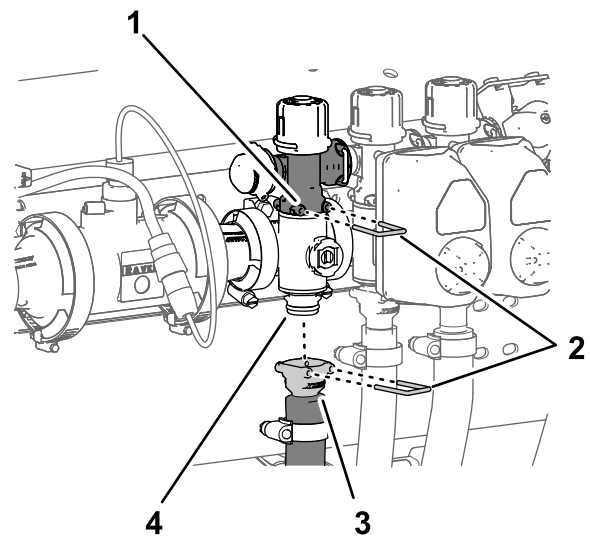

Bild 110
1. Entfernen Sie den Schnellkupplungsstift, mit dem die Schnellkupplung für das Abschnittsicherheitsventil am Abschnittverteilterventil befestigt ist (Bild 110).
2. Entfernen Sie den Schnellkupplungsstift, mit dem die Schnellkupplung für den Abschnittzulaufschlauch am Verteiler für das Schnellkupplungsanschlussstück des Abschnittverteilterventils befestigt ist (Bild 110).